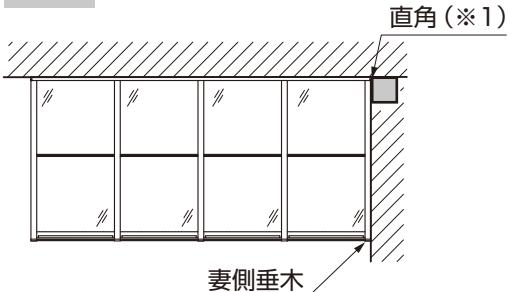
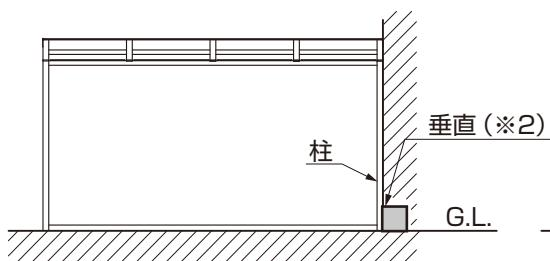

図6-13 上面図
図6-14 正面図
- 軸体外壁の直角度(※1)、垂直度(※2)に狂いが生じている場合は、取付けることができませんので、修正してください。修正時の部材については、現場で手配してください。(図6-13、図6-14参照)